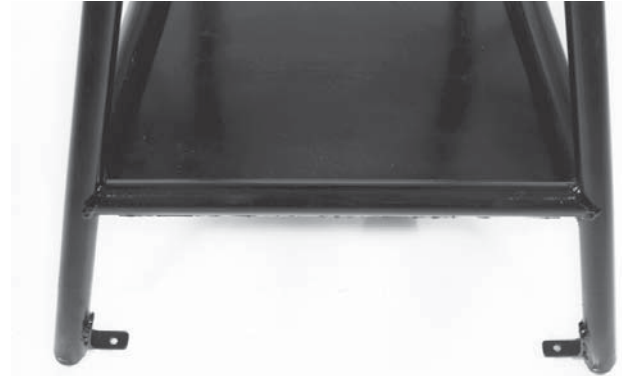

Рисунок 3 – Отверстия для прикручивания
2. Точка должна находиться вровень с отверстиями для прикручивания опоры 918-I (рисунок 3).
5. Убедитесь, что защита желобонакатчика на месте (рисунок 3).